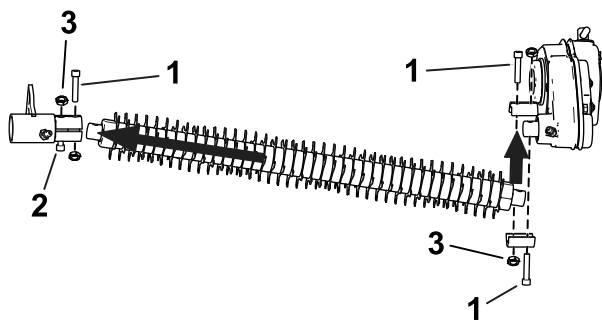
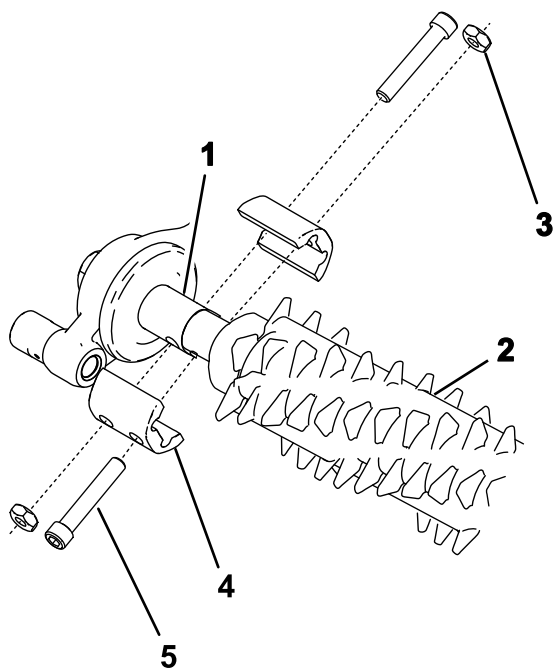

图22
图23
2. 将疏草刀轴轴夹的两半松松地安装在机器右侧的从动轴上（图22 和图23）。
3. 将疏草滚刀轴滑入右侧的轴夹，向上摆动到与左侧的驱动轴接触（图22）。
4. 如图22和图23所示将疏草滚刀固定到轴夹和螺母，上紧六角头螺丝扭矩至 9.6~10.5N·m。
1. 从疏草滚刀一侧卸下两个螺栓、螺母和轴夹（图 23）。